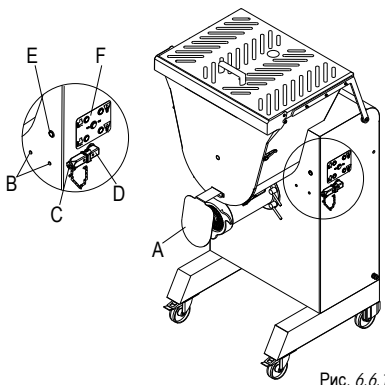
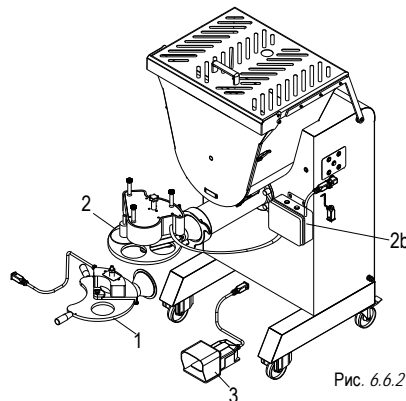

Рис. 6.6.1
Рис. 6.6.2
6.6.1	Защита от брызг (А рис. 6.6.1)
6.6.2	Полуавтоматическое приспособление для формовки гамбургеров (поз. 1, рис. 6.6.2)
6.6.3	Автоматическое приспособление для формовки гамбургеров (поз. 2, рис. 6.6.2)
6.6.4	Педальный механизм (поз. 3, рис. 6.6.2)
6.6.2 Полуавтоматическое приспособление для формовки гамбургеров (поз. 1, рис. 6.6.2)
- одной части, которая жестко крепится на патрубке мясорубки посредством накидной гайки мясорубки (поз. 1, рис. 6.6.2);
- соединенного с ней штекера ILME, который подключается к соответствующей розетке, имеющейся на машине (поз. D, рис. 6.6.2).
6.6.3 Автоматическое приспособление для формовки гамбургеров (поз. 2, рис. 6.6.2)
- одной части, которая жестко крепится на патрубке мясорубки посредством накидной гайки мясорубки (поз. 2а, рис. 6.6.2);
- распределительной коробки (поз.2b, рис. 6.6.2) крепящейся на машине посредством двух штифтов (поз. В, рис. 6.6.1);
6.6.4 Педальный механизм (поз. 3, рис. 6.6.2)
- Педали (поз. 3, рис. 6.6.2);
Внимание: После подсоединения приспособлений 6.6.3 - 6.6.4 - 6.6.5, описанных выше, для их запуска необходимо нажать кнопку Е. Если приспособление не будет использоваться в течение 20 секунд, необходимо повторно запустить его в работу, нажав кнопку Е. По завершении использования приспособления, для работы в стандартном режиме необходимо закрыть розетку штекера пробкой С, как показано на рис. 6.6.1.
6.6.1 Защита от брызг (А рис. 6.6.1)